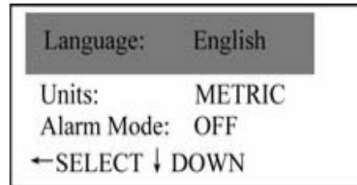

Abbildung 21
- Verwenden Sie die „↑“ oder „↓“, um die Systemeinstellungen auszuwählen. Bestätigen Sie mit „←“, wie in Abbildung 21 dargestellt.
Um den Differenzmodus zu deaktivieren, wählen Sie „Diff Mode off“, wie in Abbildung 21 dargestellt.